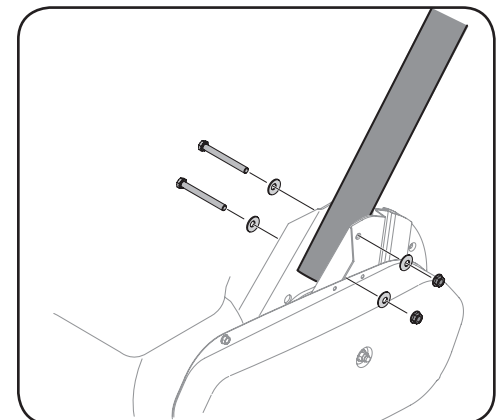

Figura 3-5
- Retire los pernos, arandelas y tuercas del soporte de caja de la cadena. Vea la Figura 3-5.
2. Coloque el manija en su posición y asegure con el hardware eliminado previamente. Vea la Figura 3-5.